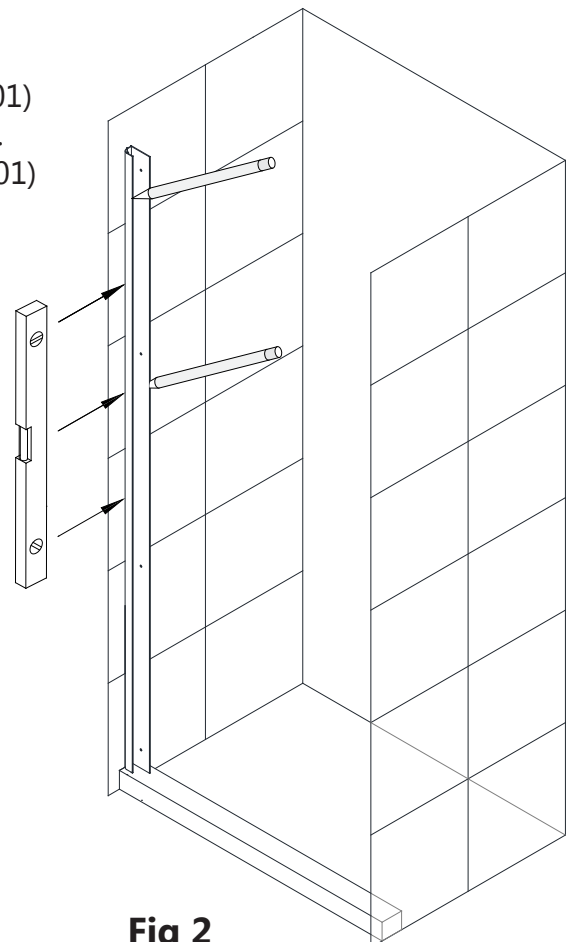

Fig 2
2. Installez le profilé mural (côté charnière) (#01) en premier. Positionnez le profilé mural (côté charnière) (#01) sur le seuil et contre le mur et aplombez avec un niveau. Marquez la position du profilé mural (côté charnière) (#01) sur le mur (de l'intérieur de la douche) et marquez les trous à percer. Retirez le profilé mural (côté charnière) (#01) et percez des trous de $\text{Ø}5/16''$ (8 mm). Insérez les ancrages muraux (#16) dans les trous. **(figure 2)**